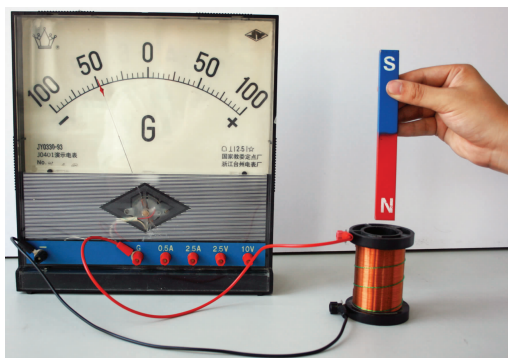

图 1-2-2 利用条形磁铁的探究实验
如图 1-2-2 所示，将螺线管用导线与电流表连接组成闭合电路。分别把条形磁铁插入螺线管，然后静止在螺线管中，最后从螺线管中拔出来，观察以上三个过程中电流表的指针是否偏转。分析螺线管中磁通量的变化情况。
2. 由于影响感应电流方向的因素不是单一的，故采用控制变量法进行，实验电路图如图1-2-2所示。